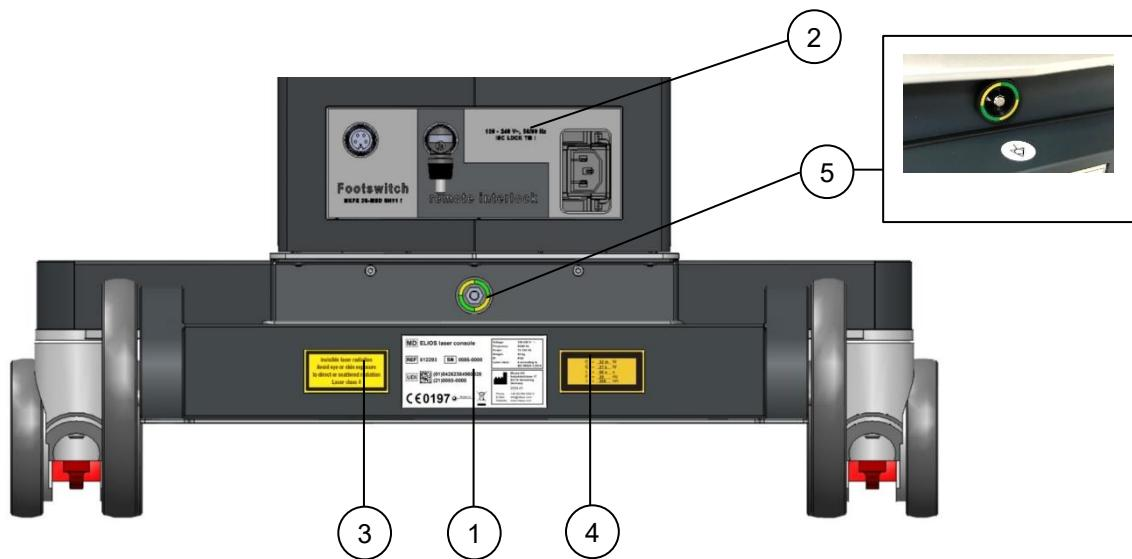

Fig. 2-1: Vista traseira
1.	<p>A placa de identificação está localizada na parte de trás do laser (ver Fig. 2-1).</p> <p>Os símbolos utilizados significam:</p> <ul style="list-style-type: none"> MD Dispositivo médico REF Número de catálogo SN Número de série UDI Identificador único do dispositivo ~ Corrente alterna IP Classe de proteção IP  Fabricante e data de fabrico (AAAA-MM) CE0197 Marcação CE de conformidade com o número do Organismo Notificado  ver 6  instruções de utilização eletrónicas disponíveis
A etiqueta está localizada na parte de trás do laser (ver Fig. 2-1).
3.	A consola laser ELIOS gera radiação laser de classe 4. Nem os olhos nem a pele devem ser expostos a esta radiação invisível. A etiqueta está localizada na parte de trás do laser (ver Fig. 2-1).
4.	A informação de saída da radiação laser é especificada na etiqueta ilustrada. A etiqueta está localizada na parte de trás do laser (ver Fig. 2-1).
5.	Conector para equipotencialização elétrica. A etiqueta está localizada na parte de trás do laser (ver Fig. 2-1).